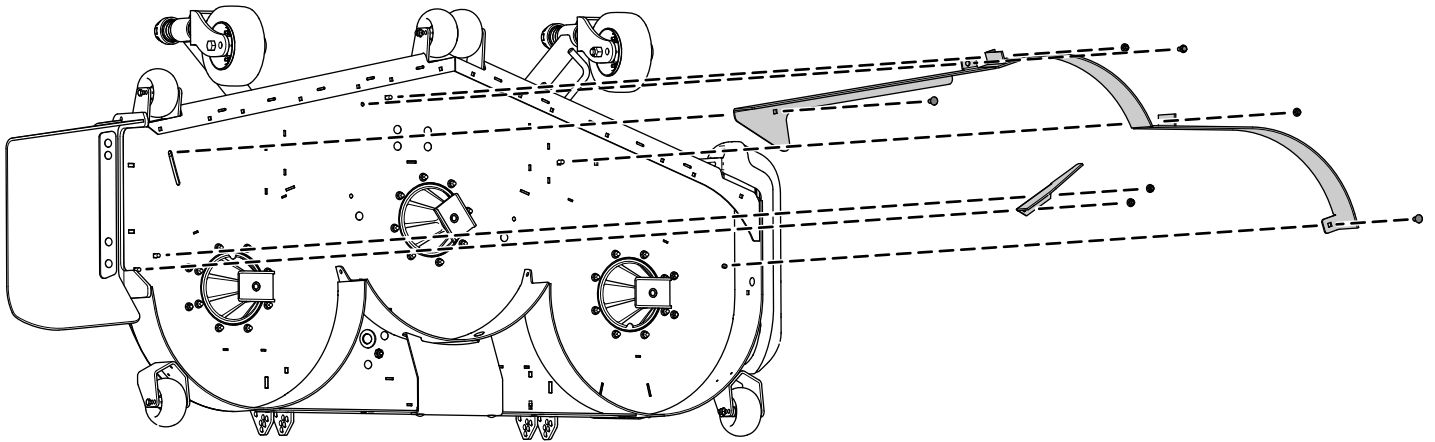

Figure 1
1. Retirez les 2 écrous à embase qui fixent les déflecteurs en place (Figure 1).
2. Retirez les 2 boulons et les 2 écrous du déflecteur d'éjection réglable (Figure 1).
3. Retirez les 3 boulons et les 3 écrous qui fixent les déflecteurs en place (Figure 1).